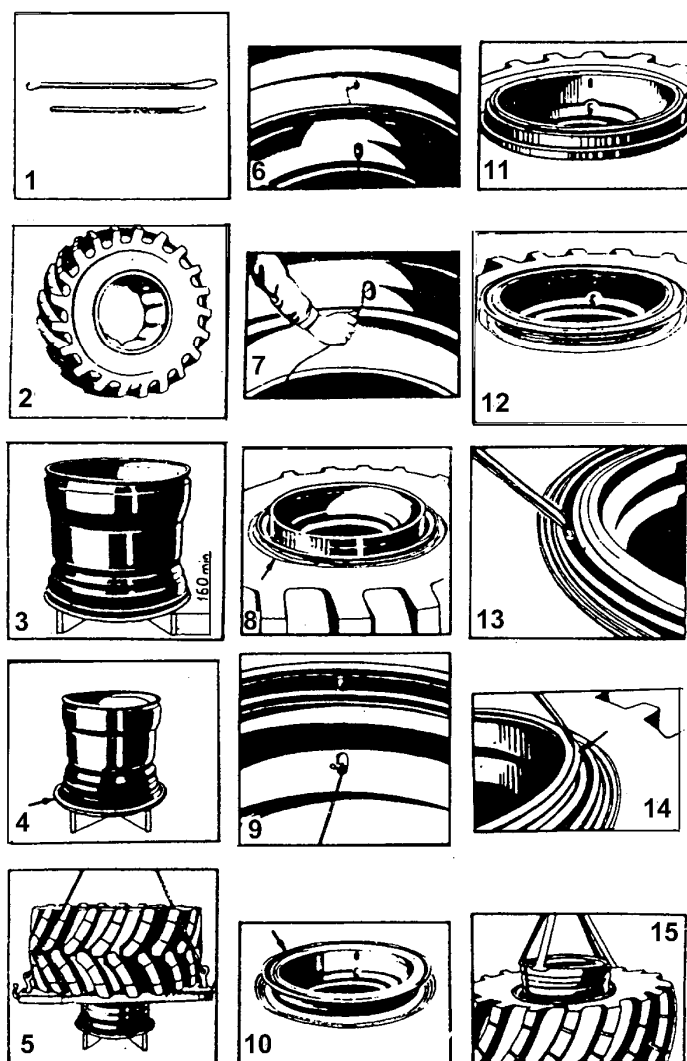

Рис. 29 Монтаж-демонтаж шины
2. Операции монтажа-демонтажа выполняются с помощью двух монтажных лопаток, прикладываемых в ЗИП (рис. 29, поз.1).
3. Подъем шины и колеса при монтаже-демонтаже осуществляется лицом, допущенным к управлению грузоподъемным механизмом с помощью грузозахватных приспособлений (типа показанных на рис. 29, поз.5).
Последовательность операций по монтажу-демонтажу шины производите в соответствии с рис. 29 поз.1...15.
1. Внутреннюю поверхность покрышки посыпьте тальком, вложите в покрышку камеру и подуйте ее настолько, чтобы она приняла естественную (рабочую) форму (рис. 29, поз.2), при этом необходимо учитывать направленность рисунка и место установки колеса на ступице, чтобы обеспечить совпадение указателей направления вращения шин (стрелки на боковинах покрышек) с направлением вращения колес при движении трактора вперед.
2. Установите обод на крестовину (рис. 29, поз.3) и наденьте на него бортовое кольцо (рис. 29, поз.4), при этом бортовое кольцо наружными кромками не должно упираться в крестовину.
3. Наденьте шину на обод (рис. 29, поз.5), при этом целесообразно введение вентиля камеры в вентиляное отверстие обода производить с помощью проволоки или тросика, предварительно закрепленных на вентиле (рис. 29, поз.6, 7).
4. Установите второе бортовое кольцо (рис. 29, поз.8).
5. Совместив ограничитель посадочного съемного кольца с пазом под ограничитель на ободе (рис. 29, поз.9), наденьте посадочное съемное кольцо на обод (рис. 29, поз.10).
6. Установите замочное кольцо на обод (рис. 29, поз.11).
7. Во избежание самодемонтажа перед накачиванием необходимо бортовым кольцом надежно замкнуть посадочное съемное кольцо и замочное кольцо на ободу, при этом стыки разрезных частей колец должны быть в диаметрально противоположном положении (рис. 29, поз.12). Соблюдая меры предосторожности, накачайте шину до давления не более 0,05-0,06 МПа (0,5-0,6 кгс/см²) и убедитесь в том, что шина по всей длине окружности зашла за посадочное съемное кольцо. Если борт шины в некоторых местах уперся в торец посадочного съемного кольца, необходимо заправить кольцо под борт монтажной лопаткой.
2. Осадите борт шины с посадочной полки путем введения крючкообразного конца одной монтажной лопатки и плоского конца другой между бортовым и посадочно-съемным кольцами и отжатия противоположных концов лопаток вниз. Осаживание производится обходом по кругу, начиная с места расположения демонтажного паза на посадочном съемном кольце (рис. 29, поз.13).
3. Постукиванием по буртику посадочного съемного колеса осадите последнее с буртика замочного кольца, затем введите плоский конец одной из монтажных лопаток в демонтажный паз замочного кольца и, отжимая противоположный конец лопатки к центру колеса, выведите конец замочного кольца из зацепления с ободом (рис. 29, поз.14).
9. Извлеките обод из шины (рис. 29, поз.15).